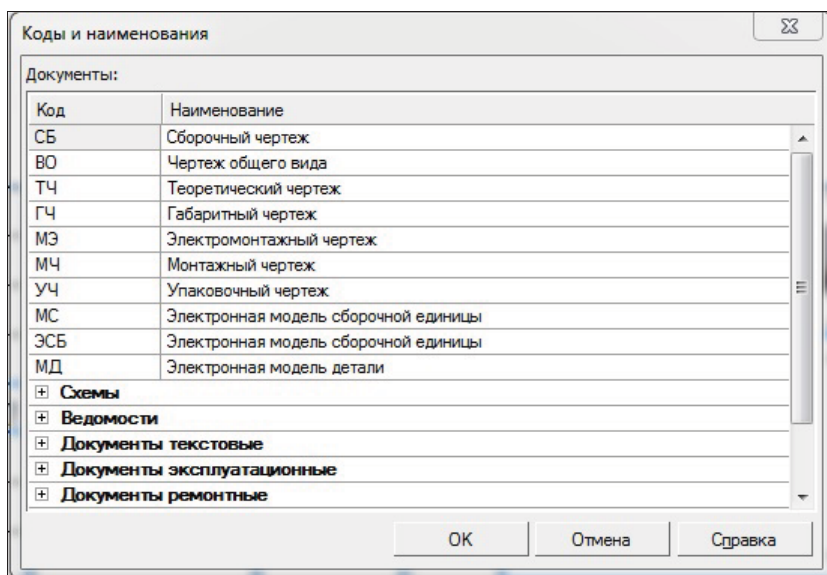

Рис. 14.16. Диалоговое окно Коды и наименования
- ◆ щелкните ЛК мыши в поле **Обозначение**. Далее необходимо ввести кодовое выражение документа в соответствии с принятыми на предприятии кодовыми шифрами. Шифр документа можно ввести автоматически, вызвав из контекстного меню активной основной надписи команду **Код документа**. Система выведет диалоговое окно **Коды и наименования** (рис. 14.16). В этом окне выделите нужный код и нажмите кнопку **ОК**. Обратите внимание, что шрифт надписи необходимо уменьшить в окне **Высота символов** на панели **Параметры**;